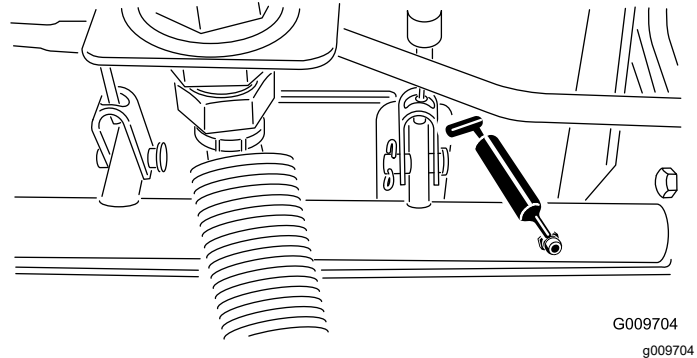

Figure 75
- Roulements d'axes de pivots de freins (5), comme montré à la Figure 75.